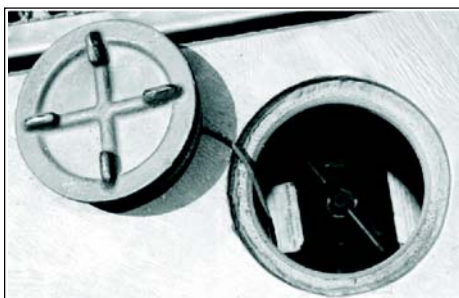

Fig 11-3. Filtro autolimpante de óleo do motor
**c. Girar 3 (três) voltas completas o filtro autolimpante de óleo do motor. (Fig 11-3)**